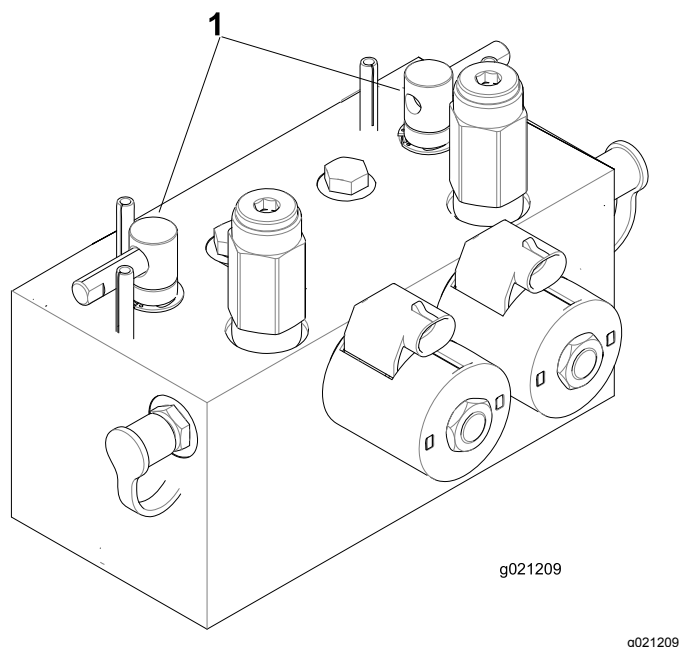

Figura 107
2. Sbloccate il sedile ed alzatelo per esporre le leve di lappatura (Figura 107).
5. Selezionate le leve di lappatura anteriore, posteriore o entrambe per stabilire gli elementi da lappare (Figura 107).